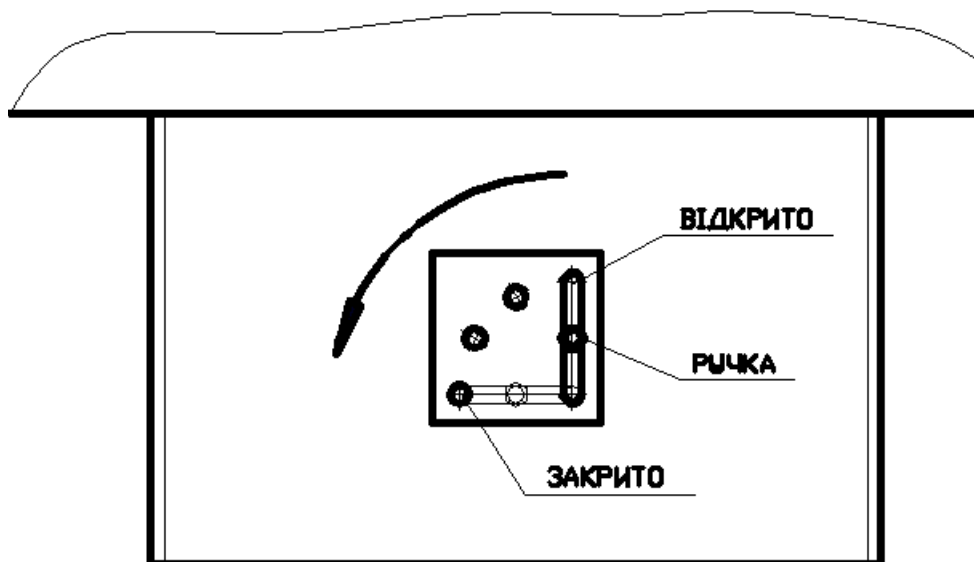

Рисунок 2. Шибер
6.2.4 Перевірити наявність тяги. На шибєрі (рис.2) підважити ручку уверх, повернути та встановити у потрібне положення, регулюючи таким чином тягу у димоході.